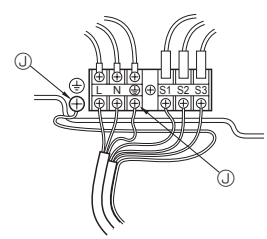

Fig. 6-2
6.1. Udendørs enhed (Fig. 6-1, Fig. 6-2)
- ① Afmonter servicepanelet.
- ② Før kablerne som angivet i Fig. 6-1 og Fig. 6-2.